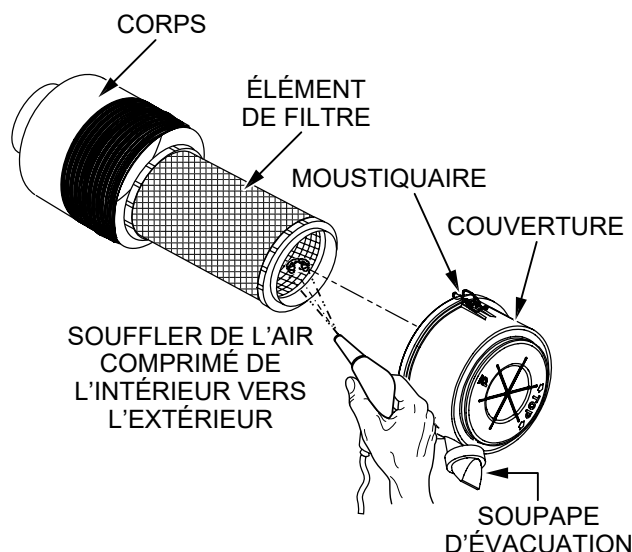

Figure 45. Filtre à air du moteur
Le **filtre à air** (Figure 45) de ce moteur diesel Kubota est équipé d'un **élément filtrant** en papier haute densité remplaçable. Vérifier le filtre à air tous les jours ou avant de démarrer le moteur. Ouvrez le clapet d'évacuation une fois par semaine dans des conditions normales (ou tous les jours en cas d'utilisation dans des conditions poussiéreuses) pour éliminer les grosses particules de poussière et de saleté. Remplacer le filtre à air tous les ans ou tous les six nettoyages.
1. Relâcher les loquets (Figure 45) qui fixent le couvercle du filtre à air au corps du filtre à air.
2. Retirer le couvercle du filtre à air (Figure 45) et le mettre de côté.
3. Retirer l'élément filtrant (Figure 45).
4. Pour nettoyer l'élément filtrant (filtre à air en papier) comme indiqué dans la Figure 45, soufflez de l'air comprimé, sans dépasser 30 psi (205 kPa, 2,1 kgf/cm²), à travers l'élément filtrant, de l'intérieur vers l'extérieur.
6. Utilisez un chiffon pour nettoyer l'intérieur du corps du filtre à air (Figure 45).